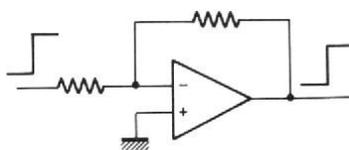

Fig. 1. — La contre réaction a, entre autres, pour but de linéariser le gain et de faire délivrer en sortie un signal identique à celui appliqué à l'entrée.
y regardant de plus près, on peut dire que non et que du temps des amplificateurs à tubes, le phénomène était déjà connu. Pour preuve, nous pouvons citer F. Langford-Smith qui, dès 1955, dans son « Radio Designer's Handbook » énonçait : « Les amplificateurs soumis à la contre-réaction présentent souvent de la distorsion quand ils sont soumis à un signal impulsionnel, donc évoluant rapidement dans le temps, et l'amplitude de ce signal est moindre que celle nécessaire à surcharger l'amplificateur avec un signal à temps de montée plus long. Ceci est dû au fait que le signal d'erreur évolue plus lentement que la tension d'entrée avec pour résultat que la tension appliquée à l'un des tubes devient assez grande pour donner naissance au courant grille et même à l'écrêtage. » (1) (fig. 1 et 2). Référence est faite dès cette époque aux travaux de J.E. Flood (2) et G.F. Floyd (3) qui dataient de 1952. J.E. Flood avait en particulier étudié le cas d'un, de deux ou trois étages à couplage RC ; sa conclusion était que pour un seul étage, l'amplitude du signal nécessaire pour saturer l'étage décroissait avec le temps de montée du signal d'attaque et que dans le cas de trois étages, la tension appliquée au troisième étage pour le saturer avait toujours la même amplitude, que le signal soit lent ou rapide. Autrement dit, si les deux premiers étages sont étudiés pour ne pas écrêter, le signal nécessaire pour